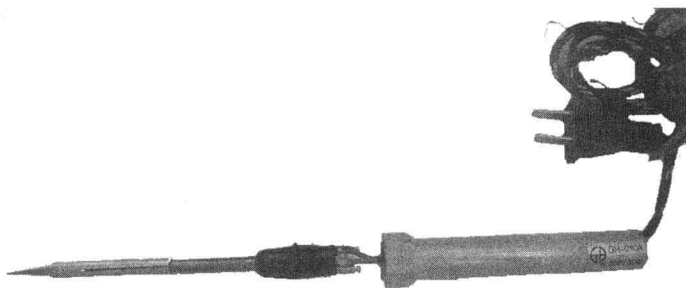

图 1.3 内热式电烙铁手柄与外壳的连接处旋开示意图
① 用一字起子拧开电烙铁手柄上的固定螺钉。
② 将电烙铁手柄与外壳连接处旋开，使手柄与外壳分离，如图 1.3 所示。